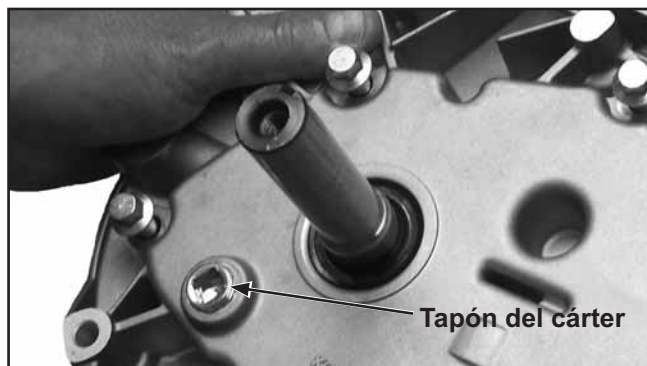

Figura 16. Tapón del cárter.
2. Quite el tapón del cárter de la parte inferior del motor y drene el aceite en un recipiente homologado. Ver Figura 16.